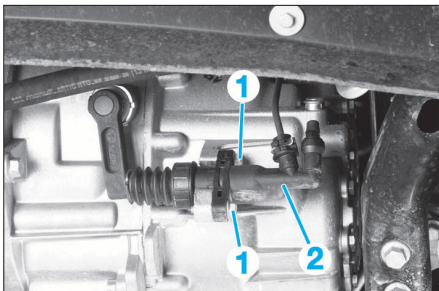

FIG. 10
- Déclipser les câbles de commande (2).
- Déposer les vis de fixation (1) (Fig.10) et mettre le récepteur d'embrayage (2) de côté.